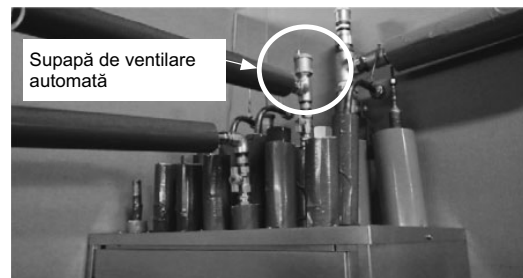

Figura 1. Supapă de ventilare automată
*2. **Instalați o supapă de ventilare automată în cel mai înalt punct al fiecărei conducte de racordare de la HBC (în două locuri la cel mai înalt punct al conductei de retur de la HBC secundar și în șase locuri la cel mai înalt punct al conductelor de retur de la unitățile interioare). (a se vedea figura 1.)**